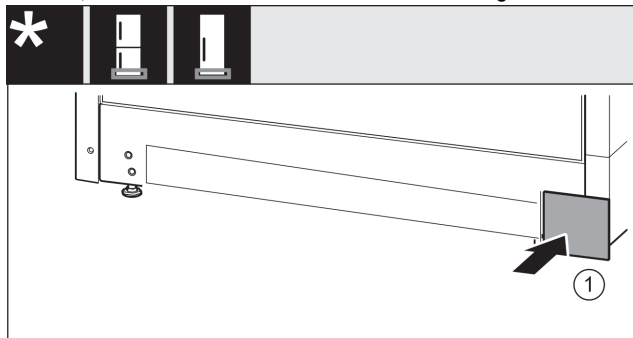

Fig. 21
- ▶ Abdeckung Fig. 21 (1) auf der anderen Seite wieder aufsetzen.